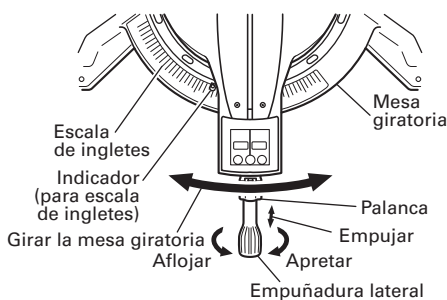

Fig. 27
- (1) Afloje la empuñadura lateral y empuja la palanca para los topes de ángulo. Luego, ajuste la mesa giratoria hasta que el indicador se alinee con el ajuste deseado de la escala de ángulos de inglete (Fig. 27).
- (2) Vuelva a apretar la empuñadura lateral para asegurar la mesa giratoria en la posición deseada.